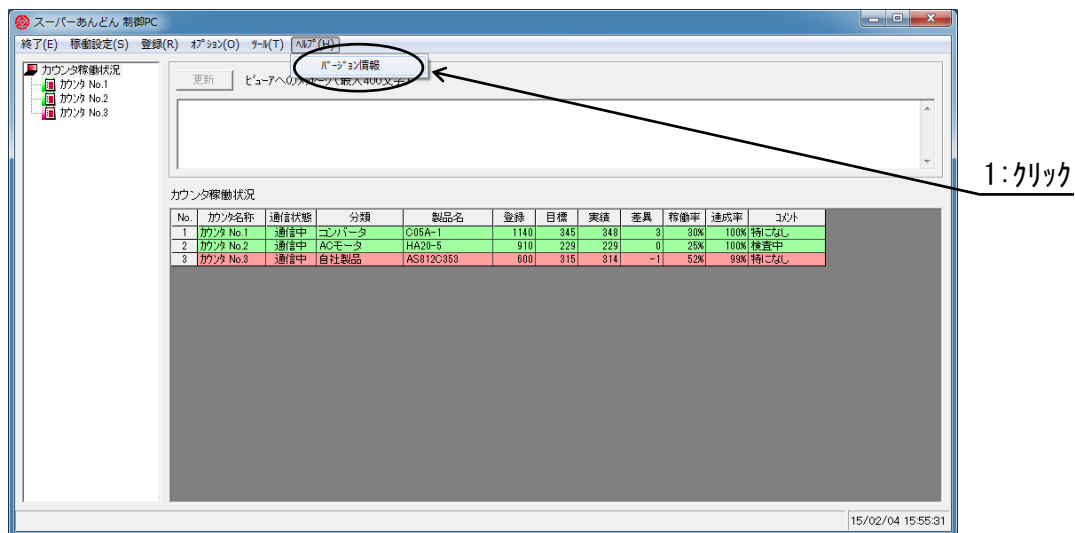

図 2-21-1
稼働状況表示画面にてメニューバーの“ヘルプ (H)”をクリックするとプルダウンメニュー(図 2-21-1)が表示されますので、“バージョン情報”をクリックして下さい。